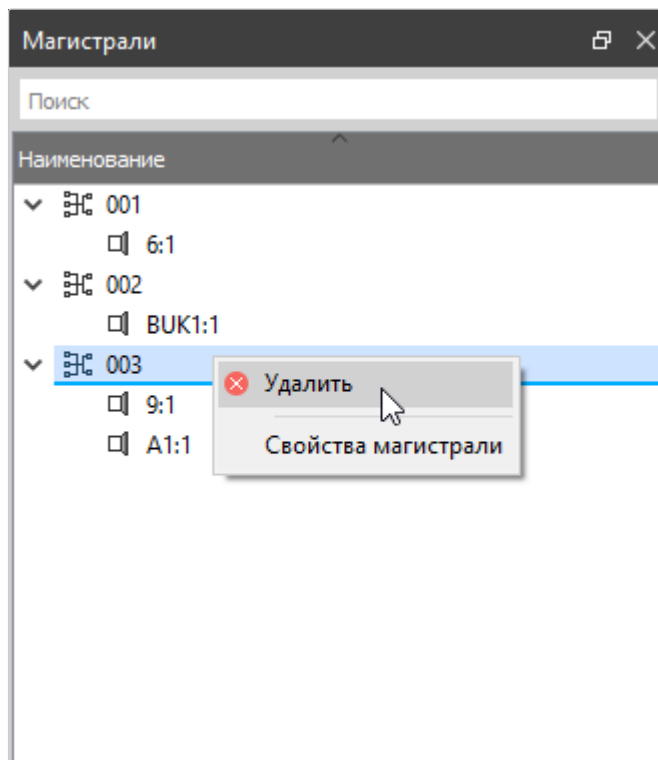

Рисунок 257. Удаление магистрали
- 2) Вызвать контекстное меню на этой магистрали и выбрать пункт «Удалить» (см. рисунок 257).